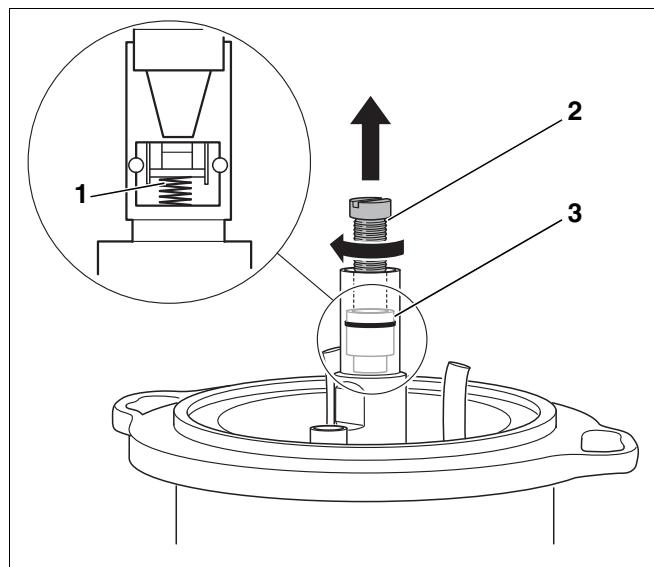

Рис. 36 Замена запорного клапана
Запорный клапан (рис. 36, **поз. 3**) в подогревателе топлива работает как обратный клапан. Работающий топливный насос подает дизтопливо через запорный клапан. При выключении насоса клапан закрывается пружиной (рис. 36, **поз. 1**).
- Ввернуть винт M5 x 50 (рис. 36, **поз. 2**).
- Вынуть запорный клапан (рис. 36, **поз. 3**).